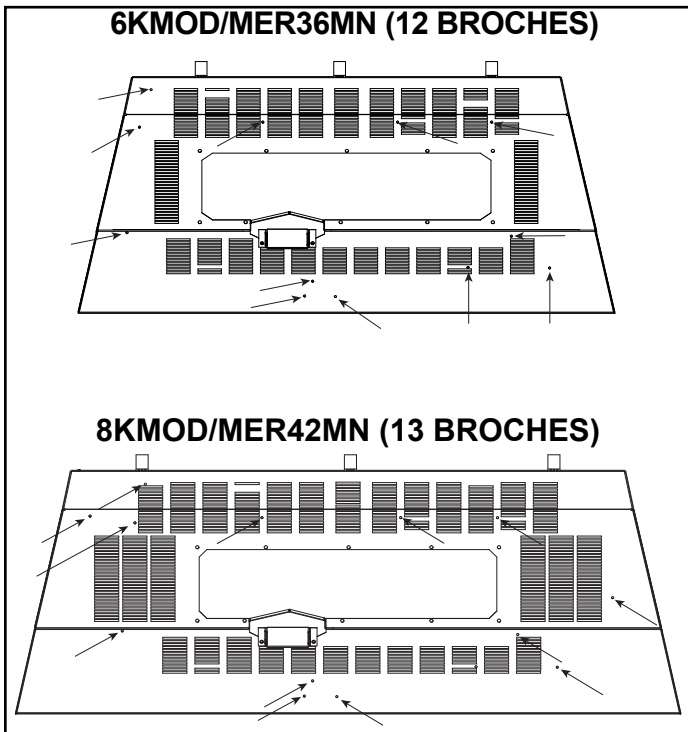
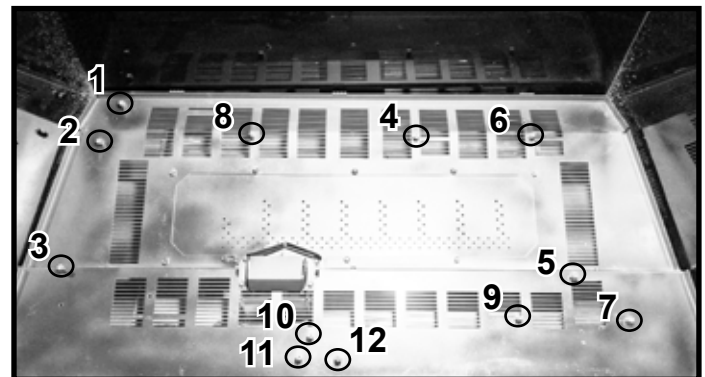

Figure 2 Emplacements des goupilles de la bûche
Figure 3 Goupilles de la bûche installées (plateau de base 6KMOD/MER36MN illustré)
1. Remplissez les trous ronds avec les goupilles de la bûche incluses, comme indiqué dans la figure 2. Jetez les goupilles de la bûche restantes. La figure 3 montre les goupilles de la bûche dans les trous ronds.